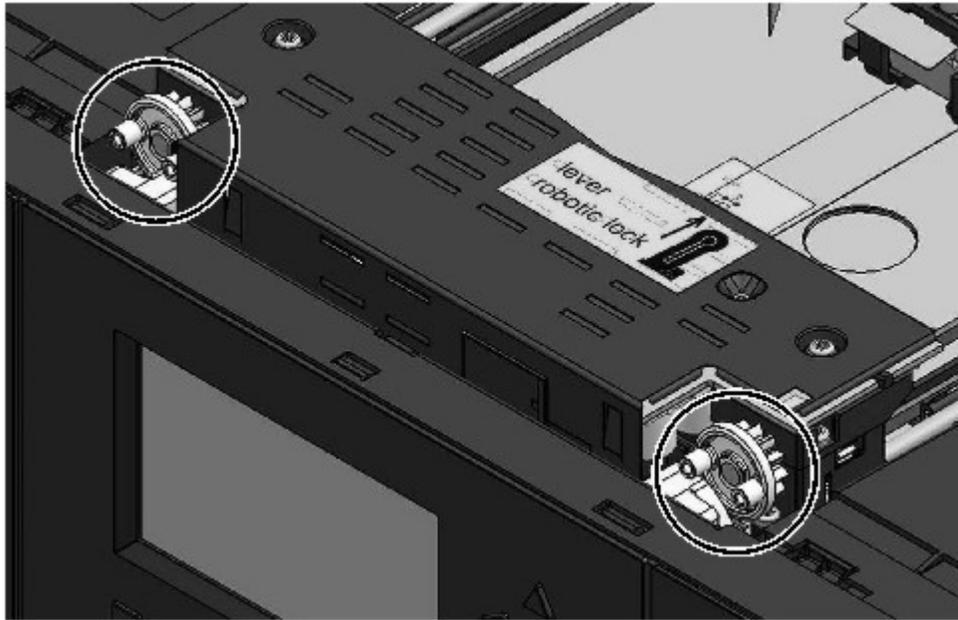

Abbildung 75. Stifte sind horizontal ausgerichtet
1. Jede Ecke des Zugriffsmechanismus verfügt über ein Zahnrad mit zwei hervorstehenden Stiften. Drehen Sie eines der Zahnräder am Zugriffsmechanismus so, dass die zwei Stifte horizontal ausgerichtet sind. Siehe Abb. 75 auf Seite 149.